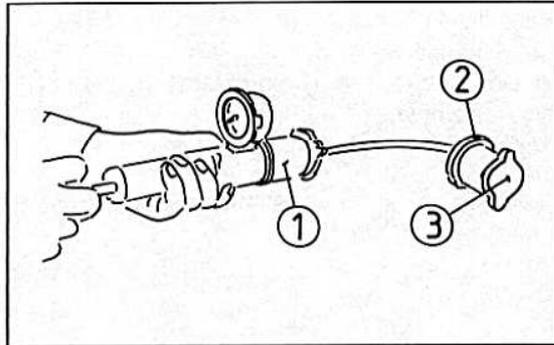

Bild 92
- Am Stutzen des Deckels den Druckprüfer anbringen und einen Druck von 1 bar erzeugen (Bild 92).